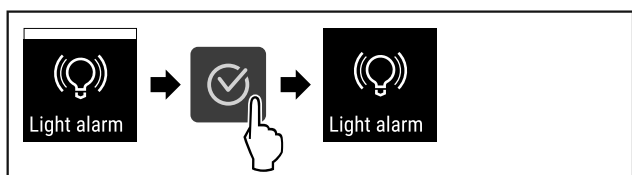

Fig. 120
- ▶ Proved'te akční kroky (viz Fig. 120) .